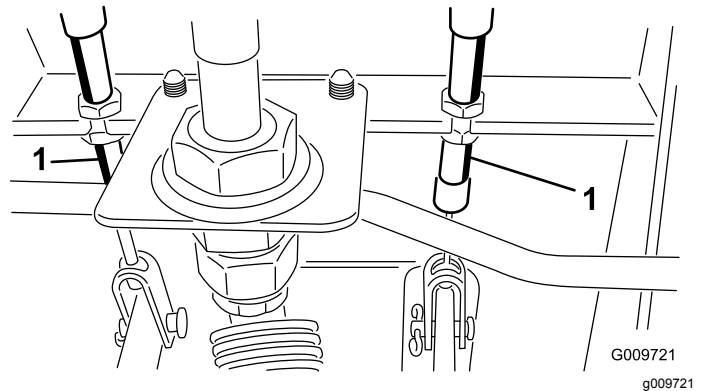

Figura 100
- A. Afloje la tuerca delantera del extremo roscado del cable de freno (Figura 100).